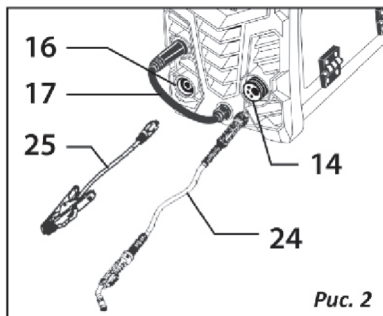

Рис. 2
1. Подключение сварочных кабелей (Рис.2)